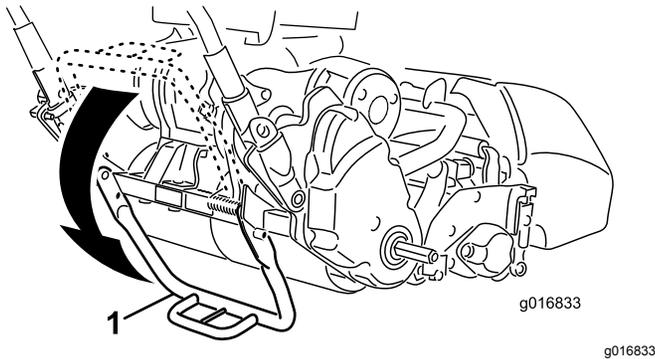

Figure 9
1. Avec le pied, appuyez au centre de la béquille pour l'abaisser et tirez sur le support de la poignée inférieure pour faire pivoter la béquille et la basculer en avant (Figure 9).